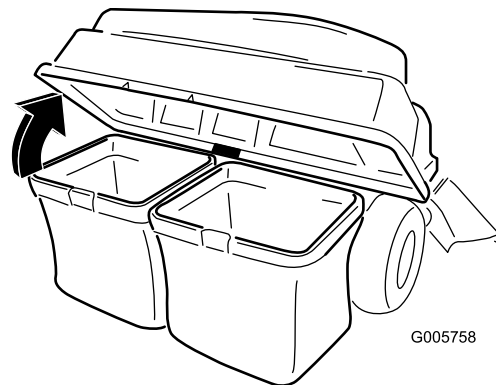

Figure 33
3. Ouvrez (soulevez) le couvercle du système de ramassage (Figure 33).